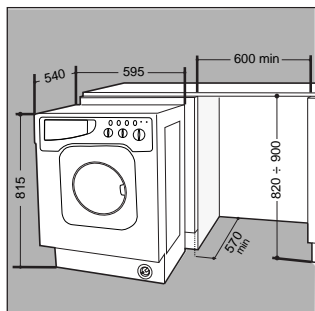

Fig. 6
- Empujar la máquina en el espacio destinado a él alineándola con los otros muebles (fig. 6).